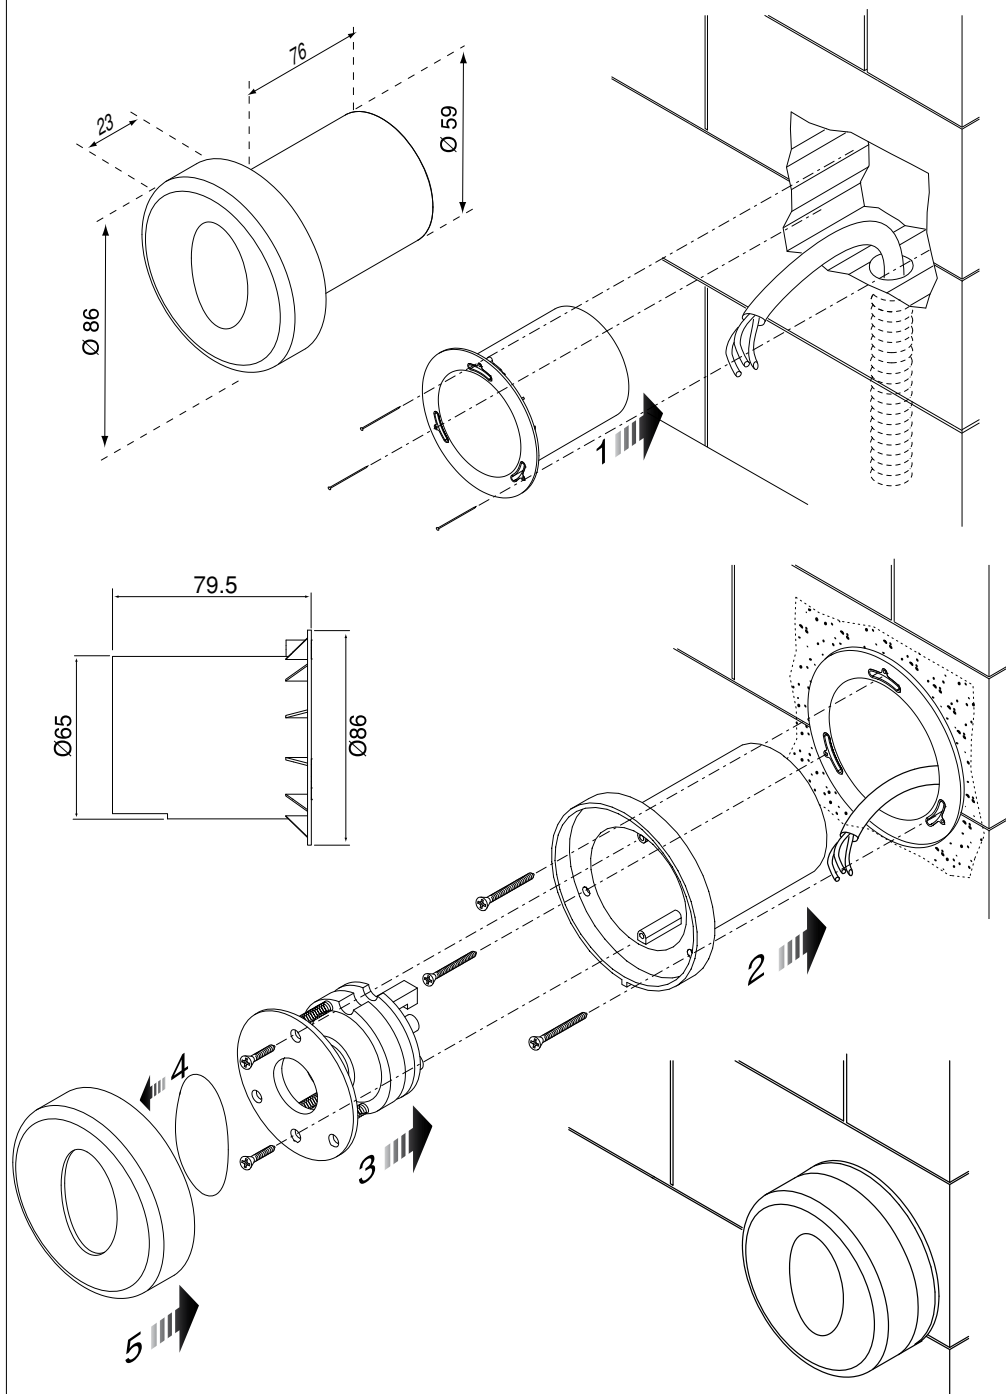

Fig. 2
- Bei Eisenpfosten mit einer Fräse ein Loch ø 60 einlassen, in das der mitgelieferte Plastikbehälter eingesetzt wird. Für dessen Befestigung drei Löcher ø 2,7 bohren und dort die drei beiliegenden selbstschneidenden Schrauben fixieren (Abb. 2).
- con pilar de hierro, realice un taladro con una broca de $\varnothing$ 60 en donde colocar la caja de plástico suministrada. Para la sujeción de la caja, realice tres taladros de $\varnothing$ 2,7 en donde enroscar los tres tornillos autoterrajadores suministrados (fig.2).
- com pilar de ferro, execute um furo com uma fresa $\varnothing$ 60 no qual introduzir o contentor de plástico fornecido com o equipamento. Para a fixação do contentor execute três furos $\varnothing$ 2,7 nos quais aparafusar os três parafusos auto-roscentes fornecidos com o equipamento (fig.2).